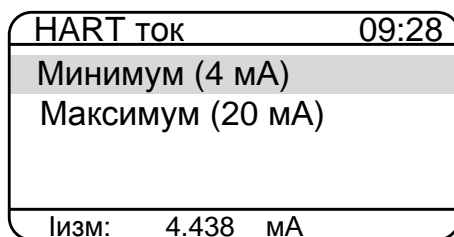

Рисунок 2.32
2.6.5.7.6 Выбор пункта «Подстройка тока» и нажатие кнопки «» приводит к появлению на дисплее КДМ-030 подменю *HART ток* (см. рисунок 2.32), содержащее следующие пункты: